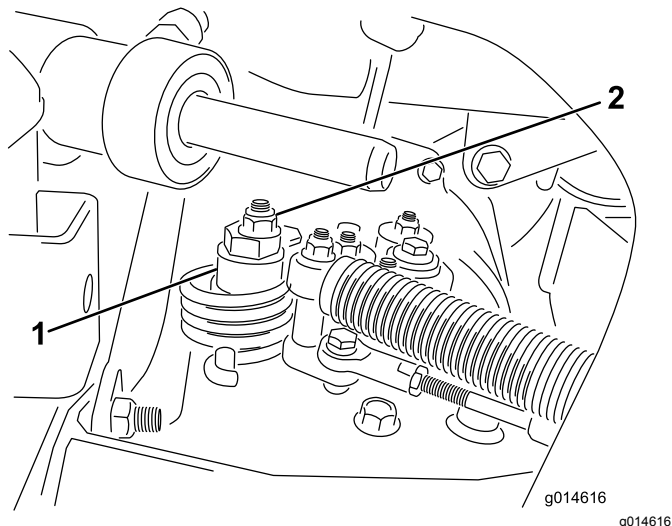

Figura 33
- A. Afloje la tuerca que sujeta el excéntrico a la parte superior del hidrostato (Figura 33).
- C. Gire el excéntrico hasta que no haya movimiento en ningún sentido. Cuando la rueda deje de girar, apriete la tuerca para bloquear el excéntrico y el ajuste (Figura 33). Compruebe el ajuste con el acelerador en las posiciones LENTO y RÁPIDO.